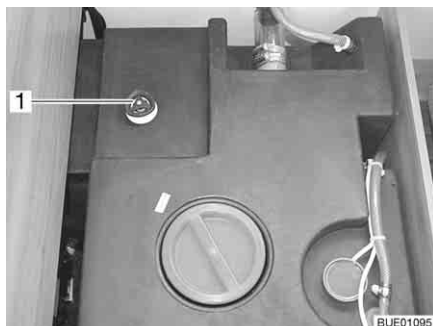

Bild 232 Wassertank mit Drehgriff
- Auf dem Wassertank den Drehgriff (Bild 232,1) im Uhrzeigersinn bis zum Anschlag drehen.
- Auf dem Wassertank den Drehgriff (Bild 232,1) entgegen dem Uhrzeigersinn bis zum Widerstand drehen. Das Wasser läuft bis auf 60 Liter aus.